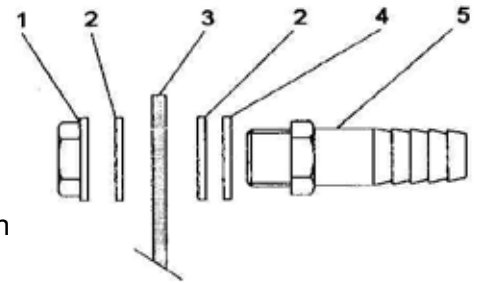

Bild 1
- Ablaufschlauchtülle mit Dichtungen montieren (siehe Bild 1)